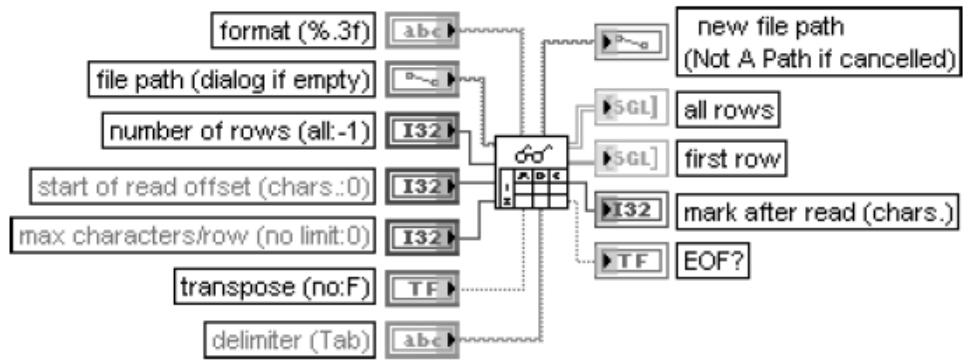

Рис.7.7. – Чтение файла табличного формата
- **Read From Spreadsheet File** - считывает определенное число строк от начального смещения **start of read offset** и преобразует данные в 2D массив числовых данных одинарной точности. Этот ВП можно использовать для чтения таблицы символов, сохраненной в текстовом формате. Структурная схема показана на рис.7.7.